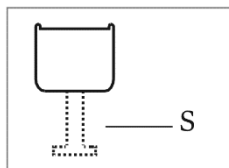

Fig.13
- Verifique se as portas do aparelho abrem, fecham e vedam corretamente. Quando terminar, e se ficar satisfeito com o encaixe do aparelho no armário, dobre e quebre as partes dos espaçadores brancos assinaladas com 'S', conforme apresentado no esquema pontilhado na fig. 13) Deixe o restante da tampa do espaçador sobre as placas metálicas.